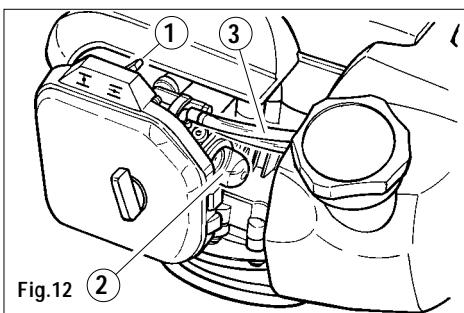

Fig.12
- 3) Desplazar la palanca del aire situada encima de la tapa del filtroaire (fig.12 part.1) en la posizione .
- 4) Pressare a fondo ripetutamente il bulbo primer (fig.12 part.2) fino a quando il carburante ritorna nel serbatoio attraverso il secondo tubetto trasparente (fig.12 part.3).
8) Spostare indietro la levetta dell'aria del nella posizione **|↑|** (fig.12 part.1).